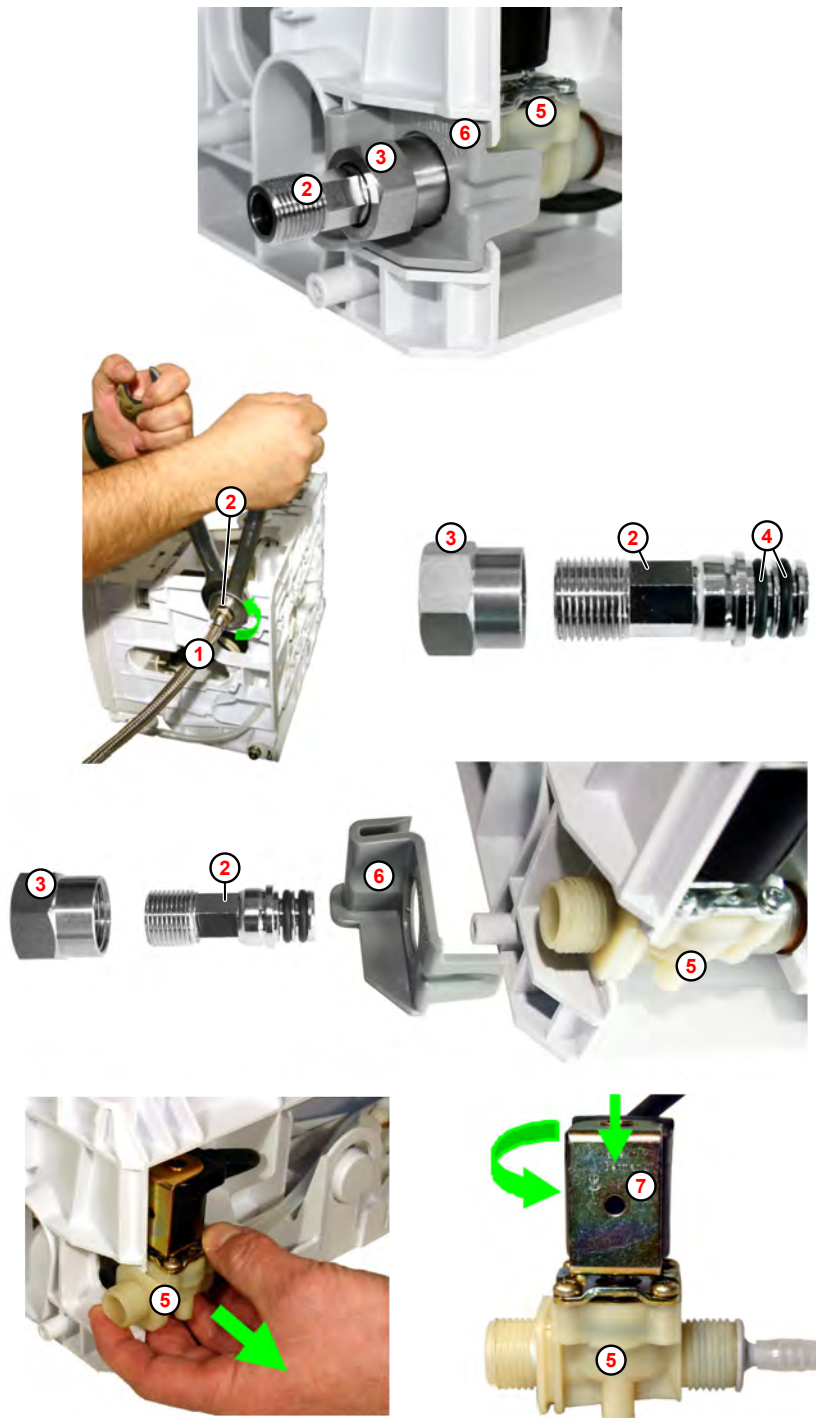

Abb. 20: Demontage Magnetventil
1. ➤ Zulaufschlauch (Abb. 20 , ①) abschrauben.
2. ➤ Überwurfmutter ③ aufschrauben und den Anschlussadapter ② vorsichtig aus dem Ventilkörper ⑤ ziehen.
4. ➤ Magnetspule (Bajonettkupplung) ⑦ gegen Ventilkörper drücken und gleichzeitig gegen den Uhrzeigersinn (nach links - ca. 30°) drehen, bis sich die Magnetspule aus der Arretierung löst.